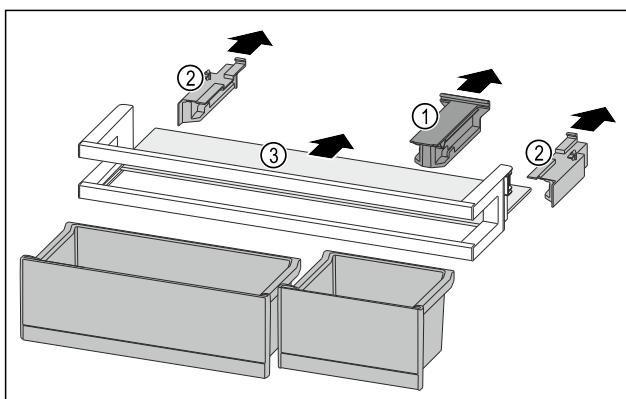

Fig. 119
- ▶ Stiahnite prídružný diel Fig. 119 (1).
- ▶ Stiahnite bočnice Fig. 119 (2).
- ▶ Odoberte odkladaciu plochu Fig. 119 (3).